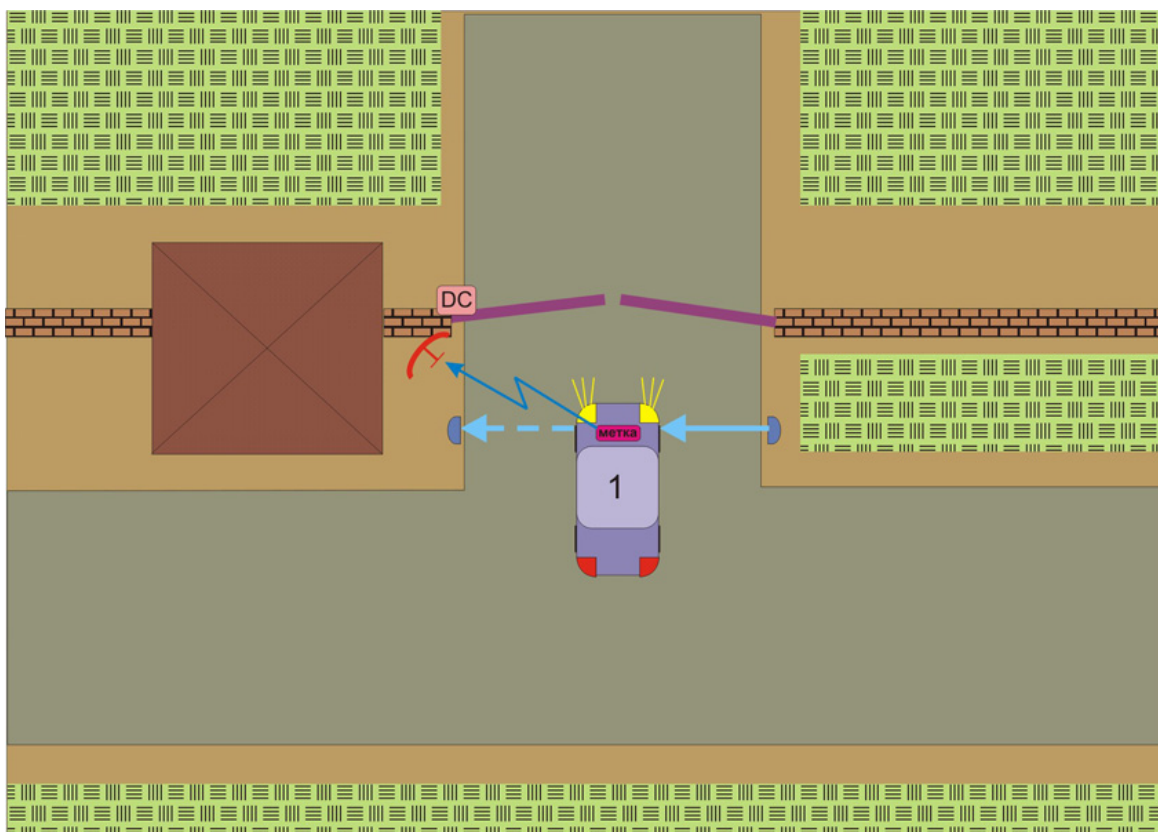

Рисунок 4. Система с датчиками автоматки ворот.
- Если автомобиль в створе датчика появился (рисунок 4), код метки передается контроллеру системы доступа, и считыватель ждет заданное время сигнала с датчика открывания ворот. Если датчик не сработал, значит метка не имеет по каким-то причинам права доступа на территорию, и система опять переходит в исходное состояние. Если датчик сработал, то считыватель ждет сигнала о закрытии ворот, либо истечения заданного времени, после чего опять переходит в исходное состояние.